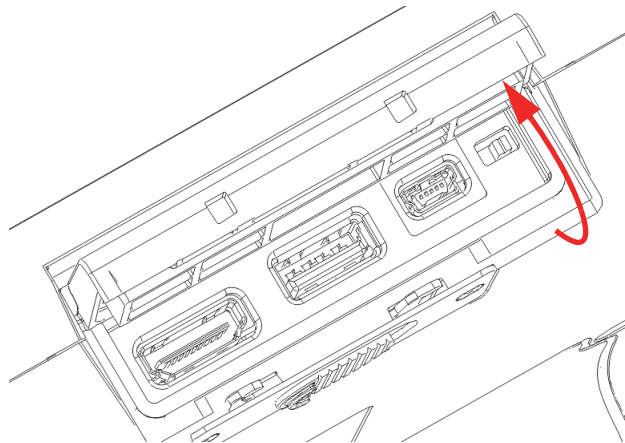

Figure 3-4 Port de données — Couvercle ouvert
2. Relevez le couvercle pour l'ouvrir complètement (voir la Figure 3-4 à la page 44).